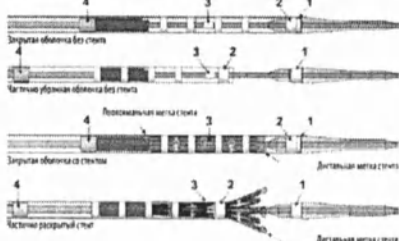

Рисунок 1 – Положение и взаимосвязь рентгеноконтрастных меток для стента Access и катетера доставки
- Катетер доставки стента Access имеет 4 рентгеноконтрастные метки, которые расположены следующим образом (см. Рисунок 1 ниже):